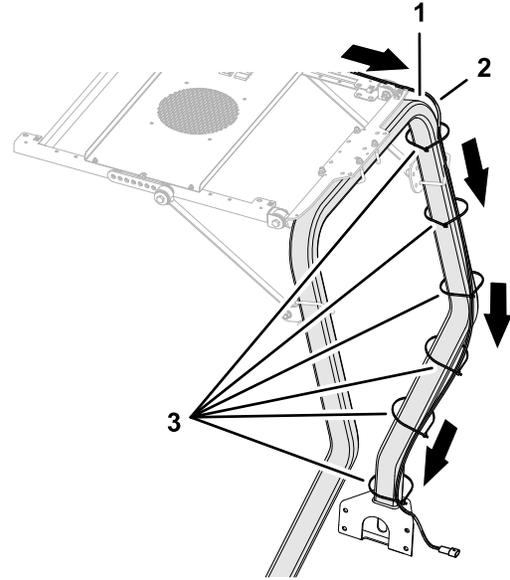

Figura 9
1. Encaminhe a cablagem do kit do painel dos interruptores ao longo do tubo da barra de segurança como se mostra em Figura 9.
2. Prenda a cablagem no tubo da barra de segurança com braçadeiras de cabos, como necessário (Figura 9).